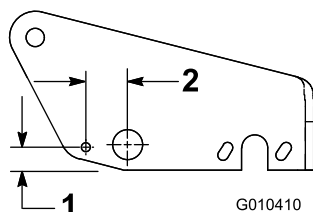
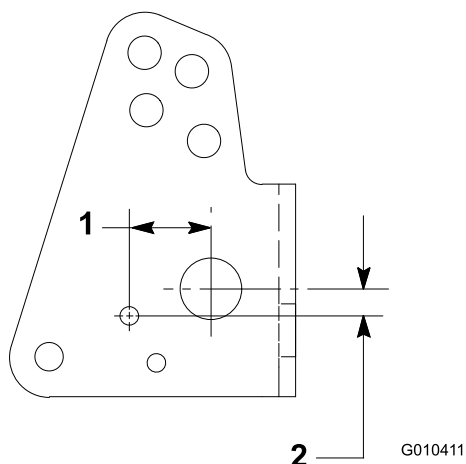

Figura 9
Figura 10
A. Utilizzate le dimensioni illustrate in Figura 9 per il **Greensmaster 3100** e Figura 10 per il **Greensmaster 3050** per contrassegnare il telaio.